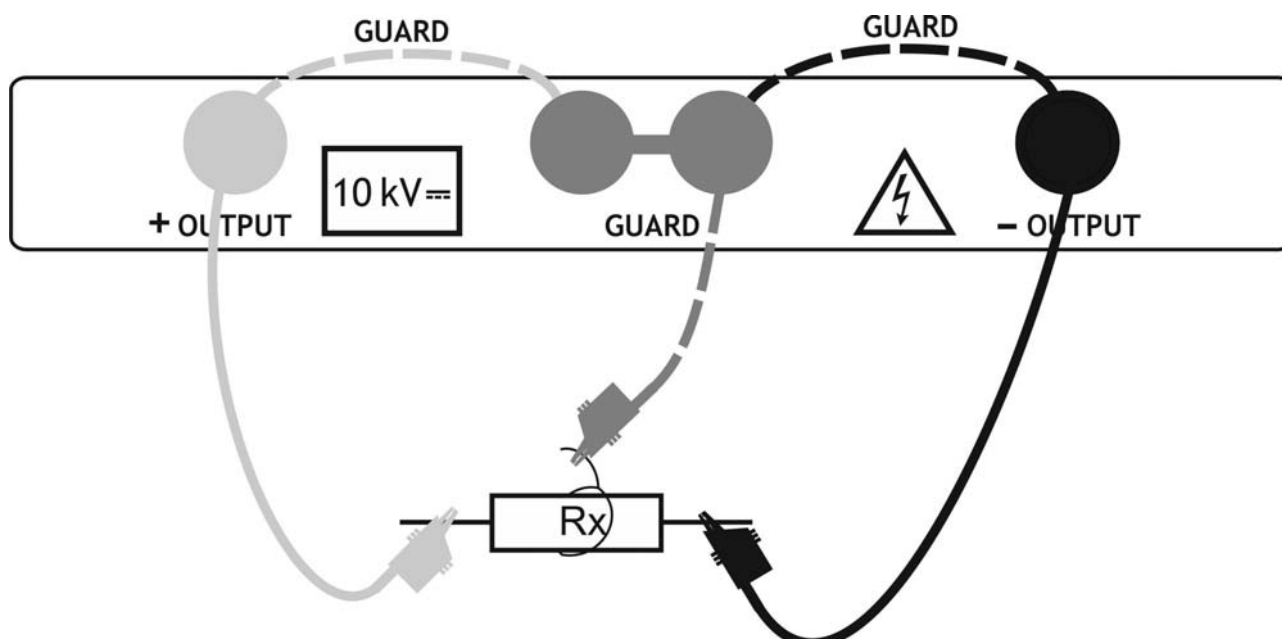

Fig. 33: Collegamento dello strumento per test diagnostici
3. Collegare l'innesto rosso del Terminale 1 o del Terminale 2 (vedere § 4.2) all'ingresso **+OUTPUT** e l'innesto del cavo nero del Terminale 2 (vedere § 4.2) all'ingresso **-OUTPUT**. In caso di utilizzo del terminale di GUARDIA (vedere § 6.2) collegare anche i cavi verdi dei terminali ai morsetti di ingresso "GUARD" (veder Fig. 33)
4. Collegare il puntale del Terminale 1 o del Terminale 2 (positivo) e il cavo nero dei Terminali 2 (negativo) all'oggetto in prova (vedere Fig. 33)